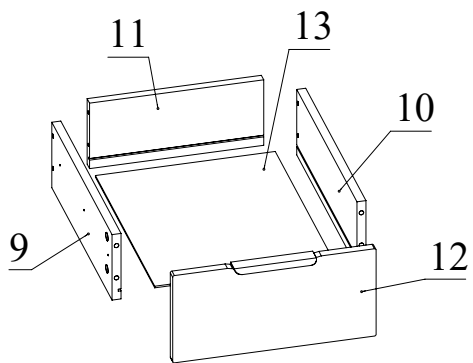

Рис.9
9. Соберите ящик. Для этого соедините детали 9 и 10 с деталью 11 при помощи конфирматов. Вставьте дно ящика 13 из ДВП в пазы деталей 9, 10, 11. Соедините фасад ящика с полученной конструкцией и затяните головки минификсов (Рис. 9).